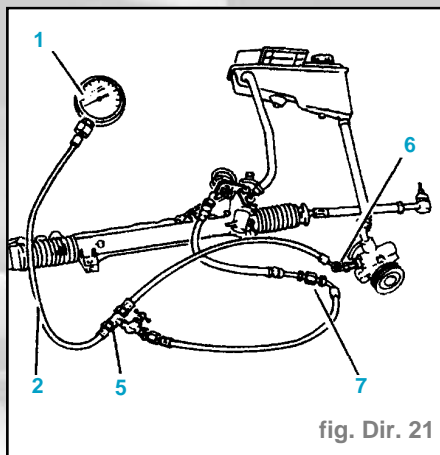

fig. Dir. 21
- Monter les raccords (6) et (1) (fig. Dir. 21).
- Brancher le manomètre (1) (fig. Dir. 21).
- Le robinet (5) permet de fermer l'alimentation de la valve.
- Déposer la pince à durits (8).
- Fermer le robinet (5) pendant 15 s (fig. Dir. 21).